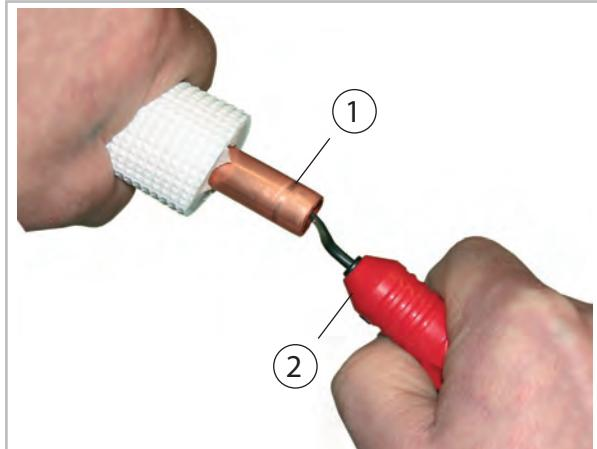
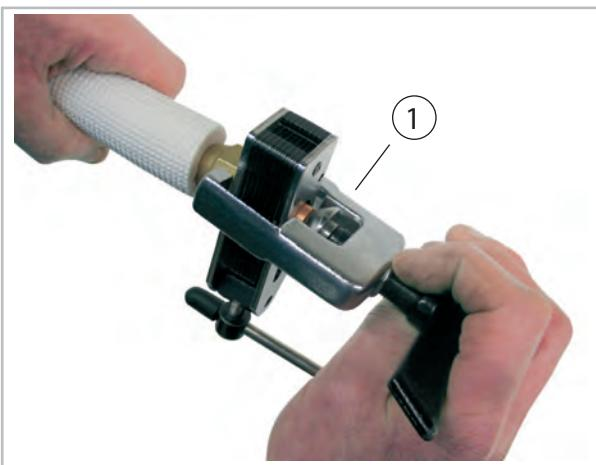

Abb. 28: Entgraten der Kältemittelleitung
Abb. 29: Bördeln der Kältemittelleitung
- 8.** Bearbeiten Sie die verlegten Kältemittelleitungen wie im Folgenden dargestellt (Abb. 28 und Abb. 29).